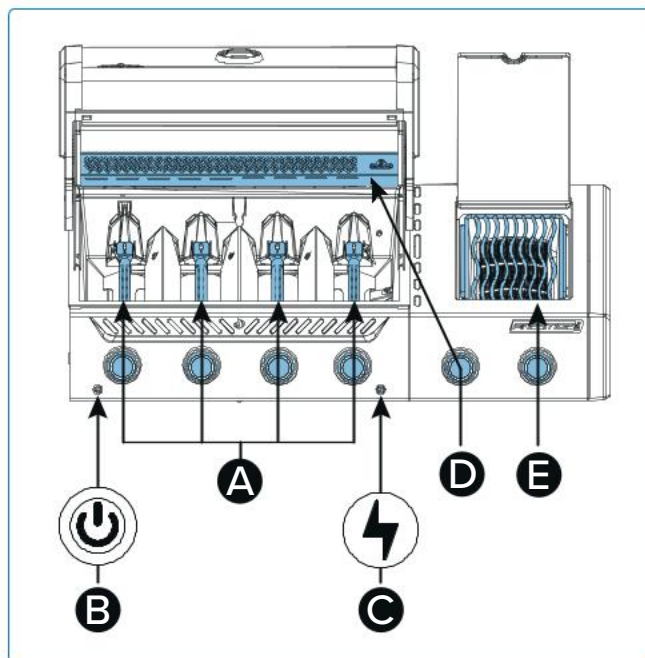

Abb. 6
- Wenn der Brenner nicht zündet – Brennerregler im Uhrzeigersinn in die OFF-Position drehen. 5 Minuten warten. Wiederholen Sie Schritt 3 und 4. (**Abb. 6**).